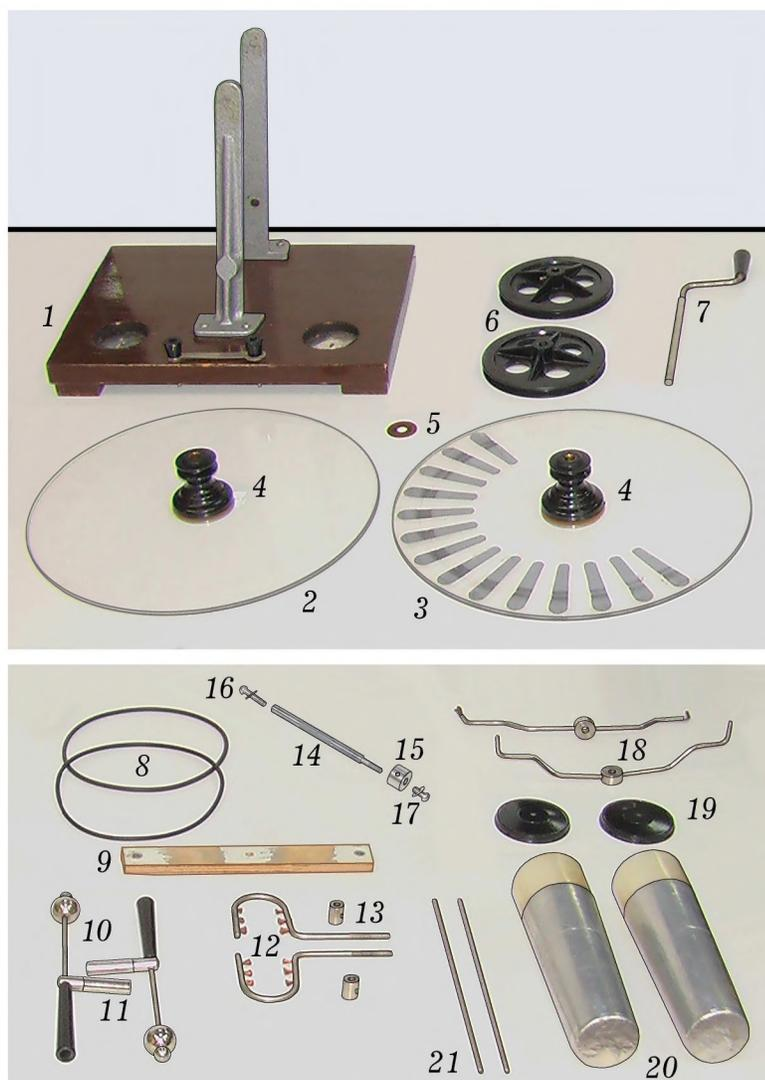
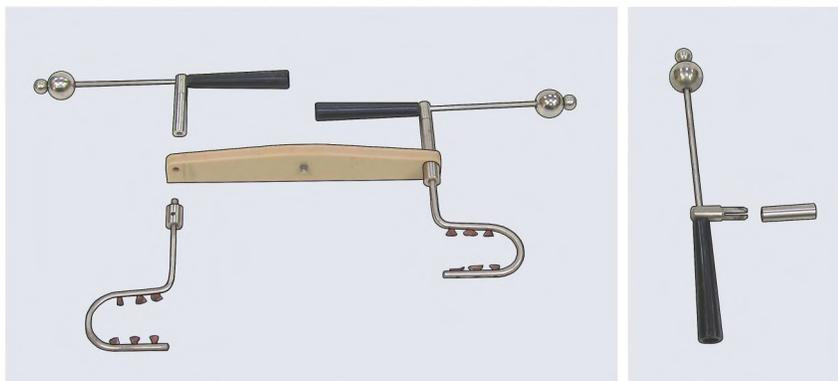
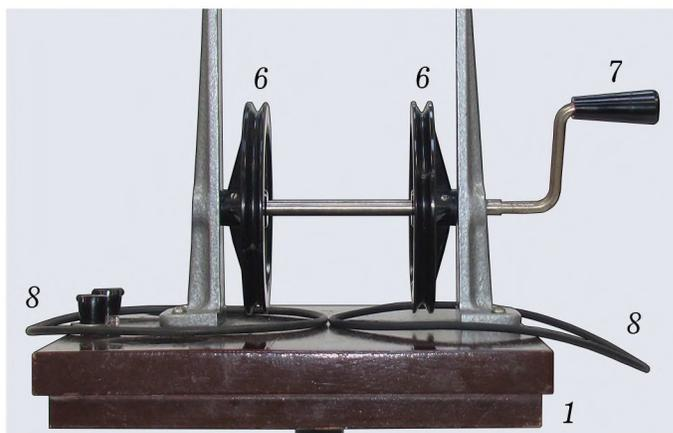

Рис. 3. Детали старой неработающей машины, показанной на следующем рисунке
Рис. 7. Показаны соединения разрядников с планкой и гребнями, а также крепление разрядника во втулке
Рис. 9. Большие шкивы, закрепленные на нижней оси с рукояткой; снятые с них и верхних шкивов резиновые ремни лежат на основании машины
Рис. 1. Взятая из инструкции [6] схематическое изображение электрофорной машины. Полезно сопоставить обозначенные здесь детали с указанными на рис. 3, где не выделены только клеммы 11 с откидной перемычкой
На рис. 3 изображены отдельные части и детали разобранной электрофорной машины. Запомните или придумайте собственные названия этих элементов. Понятно, что лучше всего поискать и найти для них общепринятые технические термины.
На фотографии (рис. 3) изображены детали разобранной машины, показанной на рис. 4. Это старая неработающая машина с самодельной фанерной планкой для крепления электродов. Обратите внимание, что в круглых углублениях основания 1 находится смятая алюминиевая фольга, которая обеспечивает контакт внешних обкладок лейденских банок 20 с лежащими на дне металлическими дисками. Эти диски под основанием соединены проводами с двумя клеммами (на рис. 1 они обозначены цифрами 11), ко-
1. Снятие передней части машины. Открутите винт *17*, который крепит планку *9* для электродов разрядника *10* (рис. 3). Аккуратно, перемещая вверх, снимите переднюю часть машины, состоящую из лейденских банок *19–21*, разрядника *10* с втулками *11*, планки *9* и гребней *12*. На рис. 5 приведена фотография, показывающая, что именно должно быть отделено от машины.
3. Разборка разрядника и одного из гребней. Разборку этого узла произведите, как показано на рис. 7. Для этого в отверстие гайки *13*, накрученной на хвостовик гребня *12* (рис. 3), вставьте конец прочного металлического прутка (удобно использовать хвостовую часть подходящего по диаметру сверла) и отверните гайку. Затем разъедините втулку *11* электрода, планку для разрядника *9* и гребень *12*. Внимательно изучите это соединение и разберитесь, как оно позволяет регулировать положение гребня относительно дисков машины.
4. Ремонт гребней. Гребни 12 для съема зарядов с лепестков изготовлены из металлических дуг с отогнутым под прямым углом концом. Острия гребней выполнены из трех пар пучков тонкой медной проволоки, закрепленных в отверстиях дуг. Слегка распушенные концы этих пучков обращены навстречу друг другу (рис. 7) и в действующей машине направлены к лепесткам на дисках 2 и 3. Ремонт гребней обычно состоит в очистке и распутывании медной проволоки, из которой составлены пучки. При отсутствии одного или нескольких пучков их нужно изготовить из медной проволоки без изоляции диаметром примерно 0,12 мм. Подойдет провод специальной оплетки для удаления припоя, которую можно приобрести в радиомагазине.
3. Снятие дисков. Ось 14 с дисками 2 и 3 выведите из области между стойками, затем снимите с нее нейтрализаторы 18, приводные ремни 8, диски с малыми шкивами 4 и находящуюся между дисками промасленную картонную прокладку 5 (рис. 3). Резиновые ремни просто положите на основание машины (рис. 9).